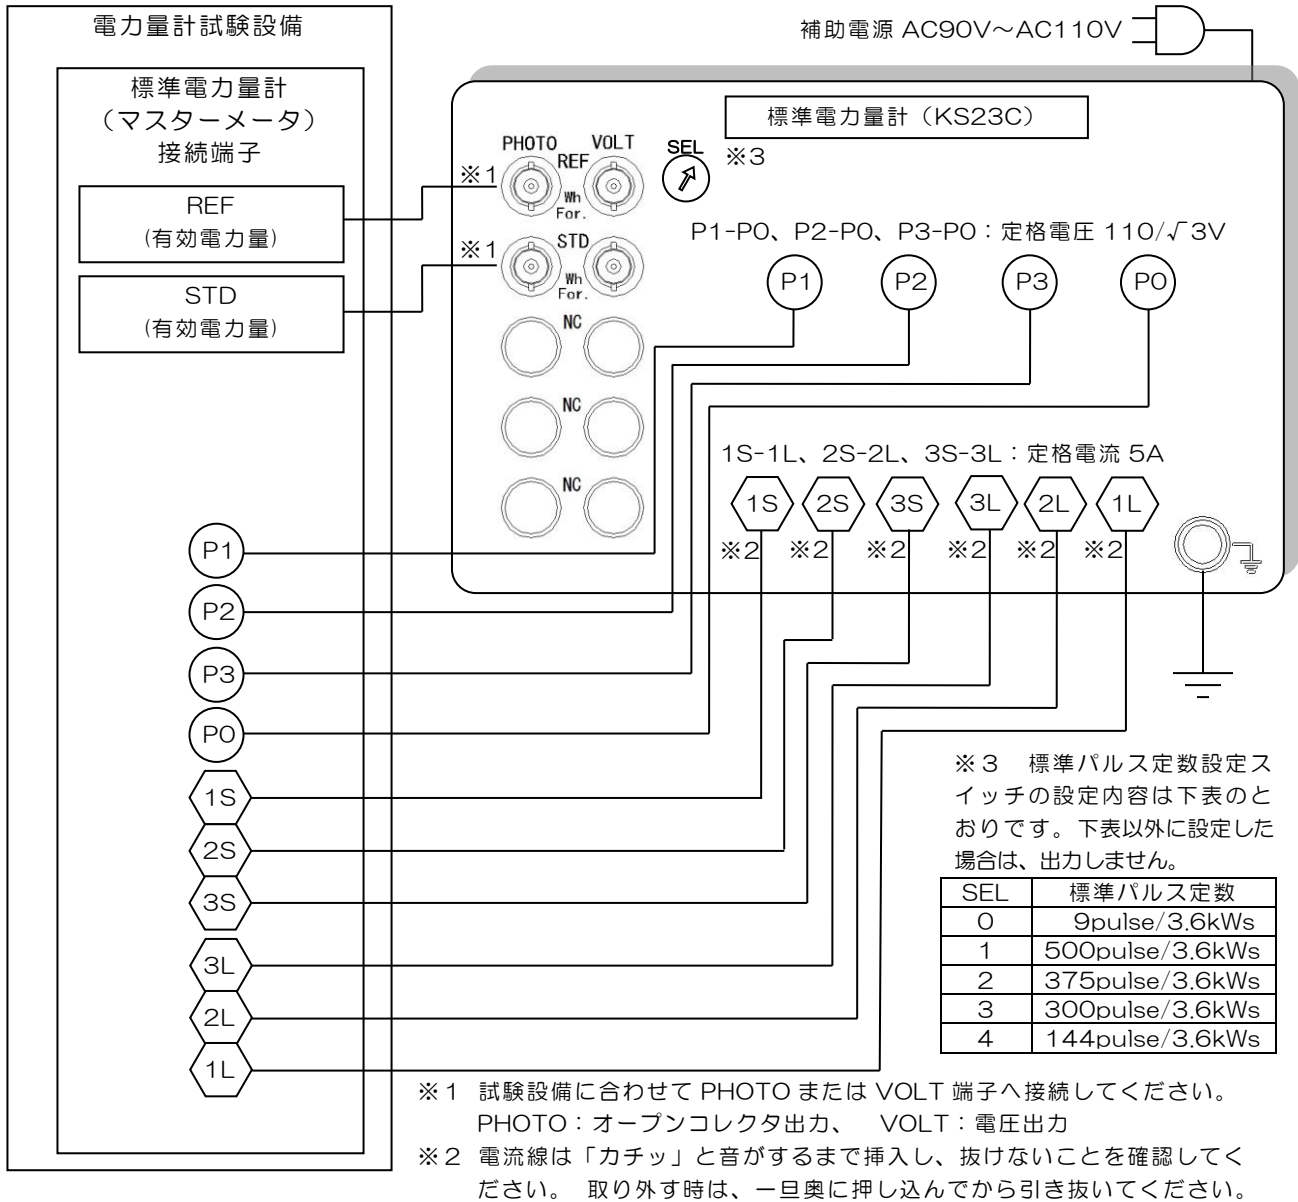

図 3. 接続説明図
強制	■電力量計試験装置専用を使用し、電圧端子（P0、P1、P2、P3）、電流端子（1S、1L、2S、2L、3S、3L）、パルス出力端子（REF、STD）は、定格・接続方法*を確認のうえ正しく、確実に接続すること。過電圧や過電流を印加しないこと 誤使用や誤接続、過電圧や過電流の印加は、火災・けが・故障の原因となります。通電前に必ず配線を確認してください。 *6 ページの図 3 を参照
- (1)電力量計試験設備の電源(測定回路の電圧、電流)が OFF であることを確認してください。
- (2)図 3 に示す接続例を参考に、正しく確実に接続してください。